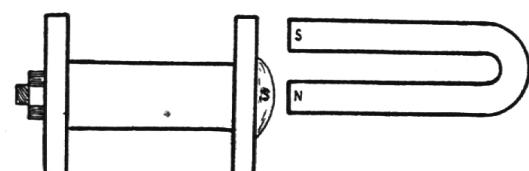

Abb. 32
*Versuch c)* In deine Spule mit den vielen Windungen befestige deine Mutterschraube als Eisenkern und verbinde die Spule wieder mit dem Galvanometer! Nun näherst du dem Eisenkern die Pole des Naturmagneten bis zur Berührung und du siehst, daß das Galvanometer auch ausschlägt. Statt einen Magneten ein- und auszuschieben, kann man ihn auch vor dem Eisenkern bewegen. Abb. 32.